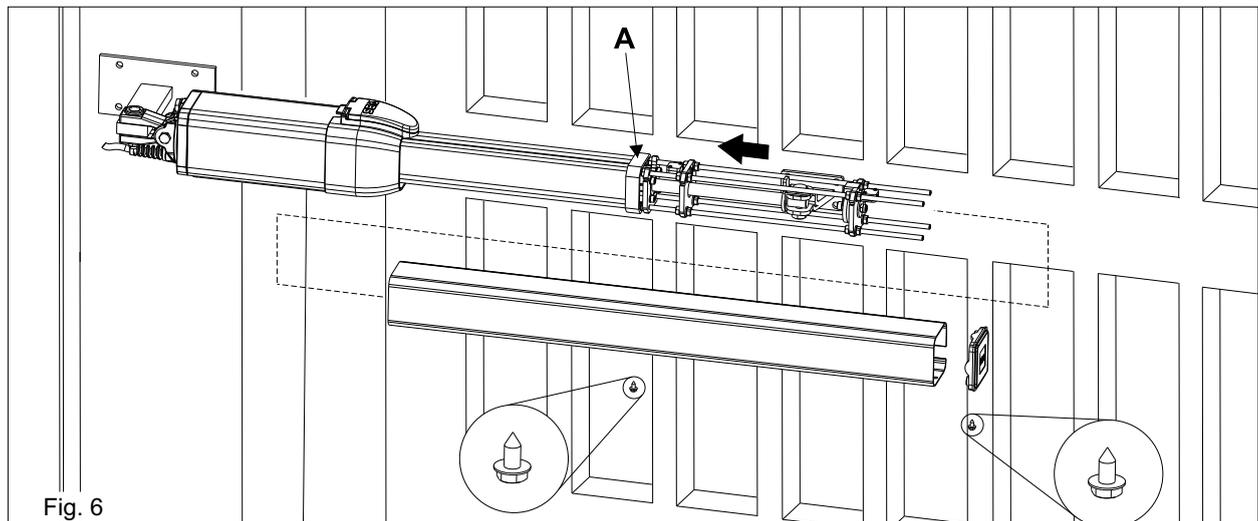

Fig. 6
S'assurer d'avoir inséré le cadre en plastique anti-vibration (A) avant d'insérer le couvre tige extrusé (Fig. 6).
Verificar de haber insertado el marco en plastica antivibracion (A) antes de insertar el estruso cubrevarilla (Fig. 6).